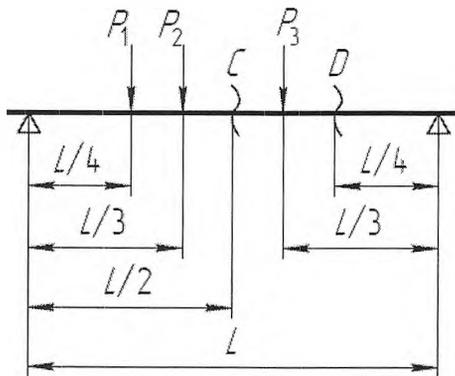

Рис. 4. Расчетная схема балки с подвижной нагрузкой
Определить реакции опор, поперечную силу, изгибающий момент в сечениях (C) и (D) балки (рис. 4), при воздействии на нее движущихся грузов по следующим исходным данным